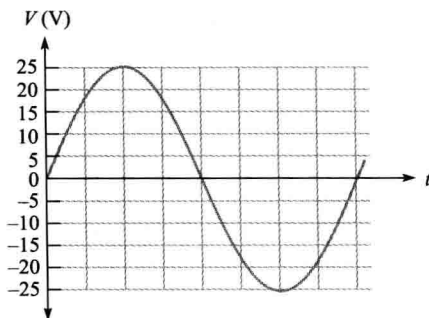

图 8-73
8. 对图 8-73 的正弦波求峰值、峰峰值、有效值和半周期平均值。
9. 如图 8-73 所示水平每格为 1ms，求在下列时刻的电压瞬时值：
10. 在图 8-73 中，在下列角度时的瞬时电压是多少？